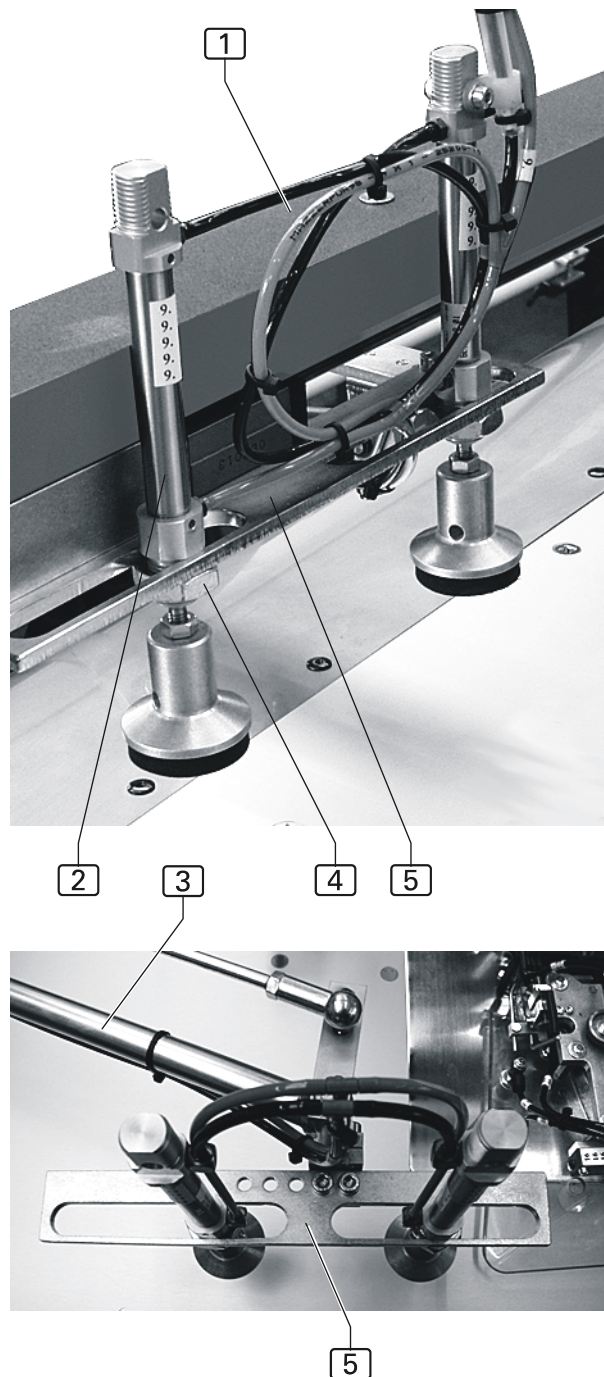

Abb. 13
**Abb. 13:** Die jeweils zwei Stempel des Quertransportes **1** und des Einschwenkers **5** werden an die Breite des unteren Drittels des Hosenteiles angepasst. Sie sollten so ausgerichtet sein, dass sie sich möglichst nahe an den Stoffkanten auf das Hosenteil absenken. Der Druckzylinder **2** des Stempels wird durch die Mutter **4** in der Führungsschiene **5** fixiert.